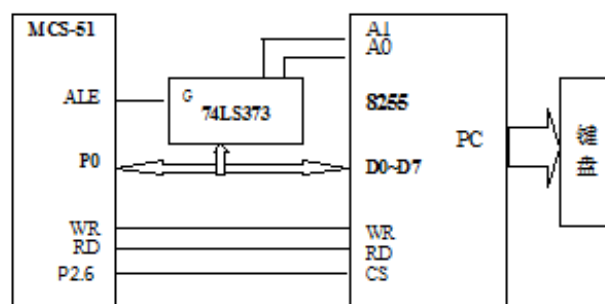

图 10.2 8255 与 MCS-51 以及独立式键盘连接图
2. 8255 与 MCS-51 以及独立式键盘连接如图 10.2 所示。